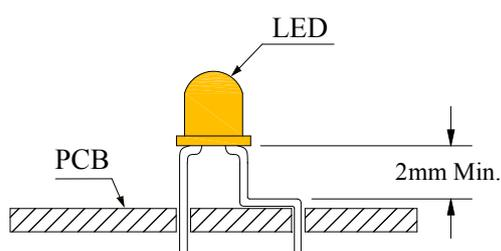

Fig. 5
4.1. 从LED胶体底部到LED第一个弯脚处，最小间距必需保持在2mm。（图5和6）